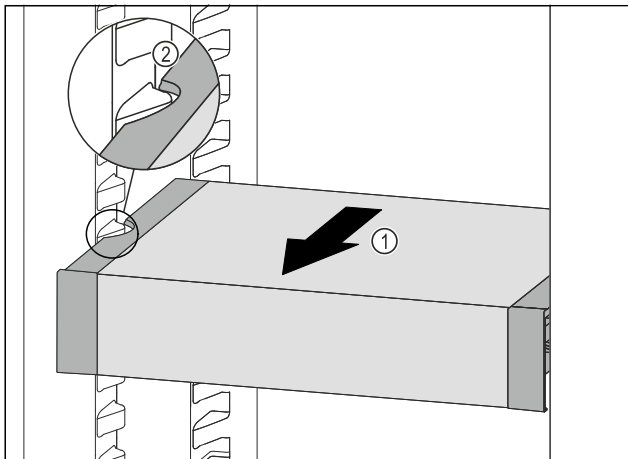

Fig. 132
► Tire del VarioSafe hacia delante Fig. 132 (1) hasta que los huecos laterales del VarioSafe se encuentren a la altura de la nervadura del recipiente en el compartimento del frigorífico. Fig. 132 (2)